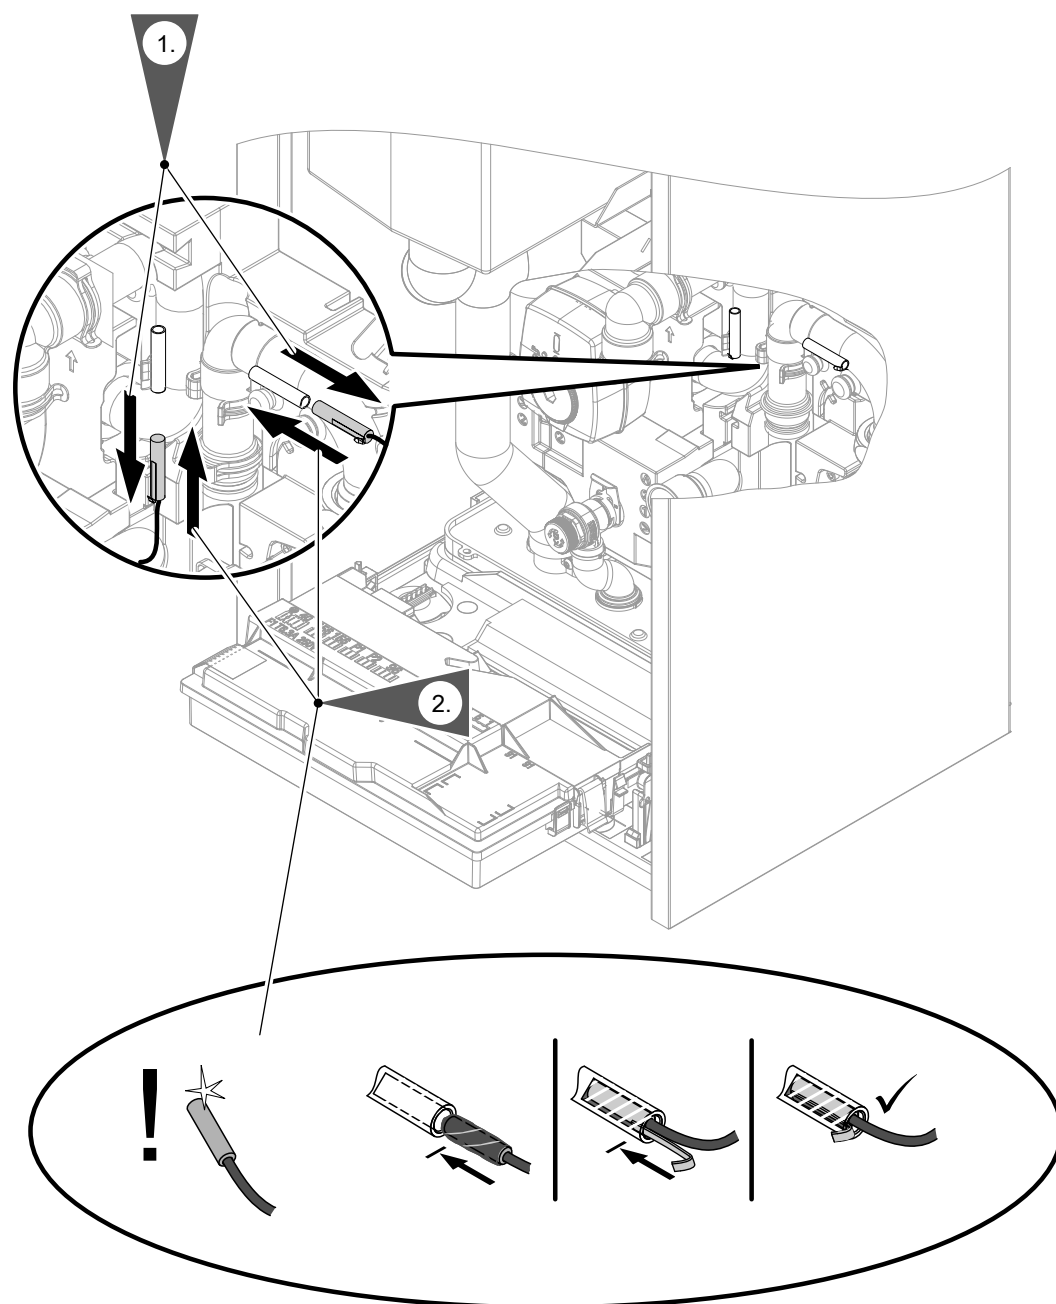

Abb. 89
- Temperatursensoren Sekundärkreis: Siehe Abb. 89.